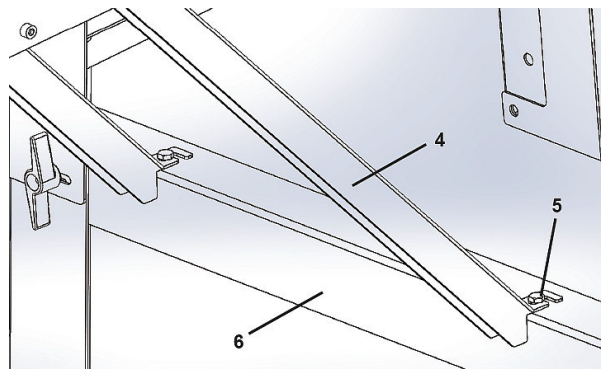

Abb. 8: Querstreben der Tischverlängerung montieren
Schritt 7: Querstrebe (Pos.4, Abb.8) für Tischverlängerung mit Schrauben, Unterlegscheiben und Muttern montieren (Pos.5, Abb.8).